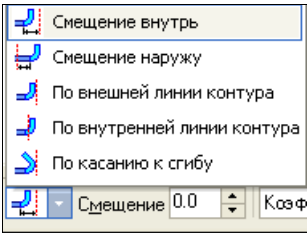

Рис. 22.8. Раскрывающийся список кнопки **Тип смещения**
- в раскрывающемся списке **Тип смещения** (рис. 22.8) установите **По внешней линии контура**;